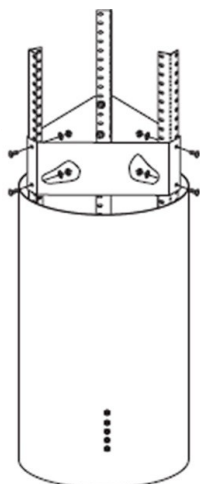

Рисунок 6
7. Наденьте фиксацию на три установленных уголка. Затем с помощью 6 винтов M4x10, гаек M4 и шайб закрепите. См. рисунок 6.